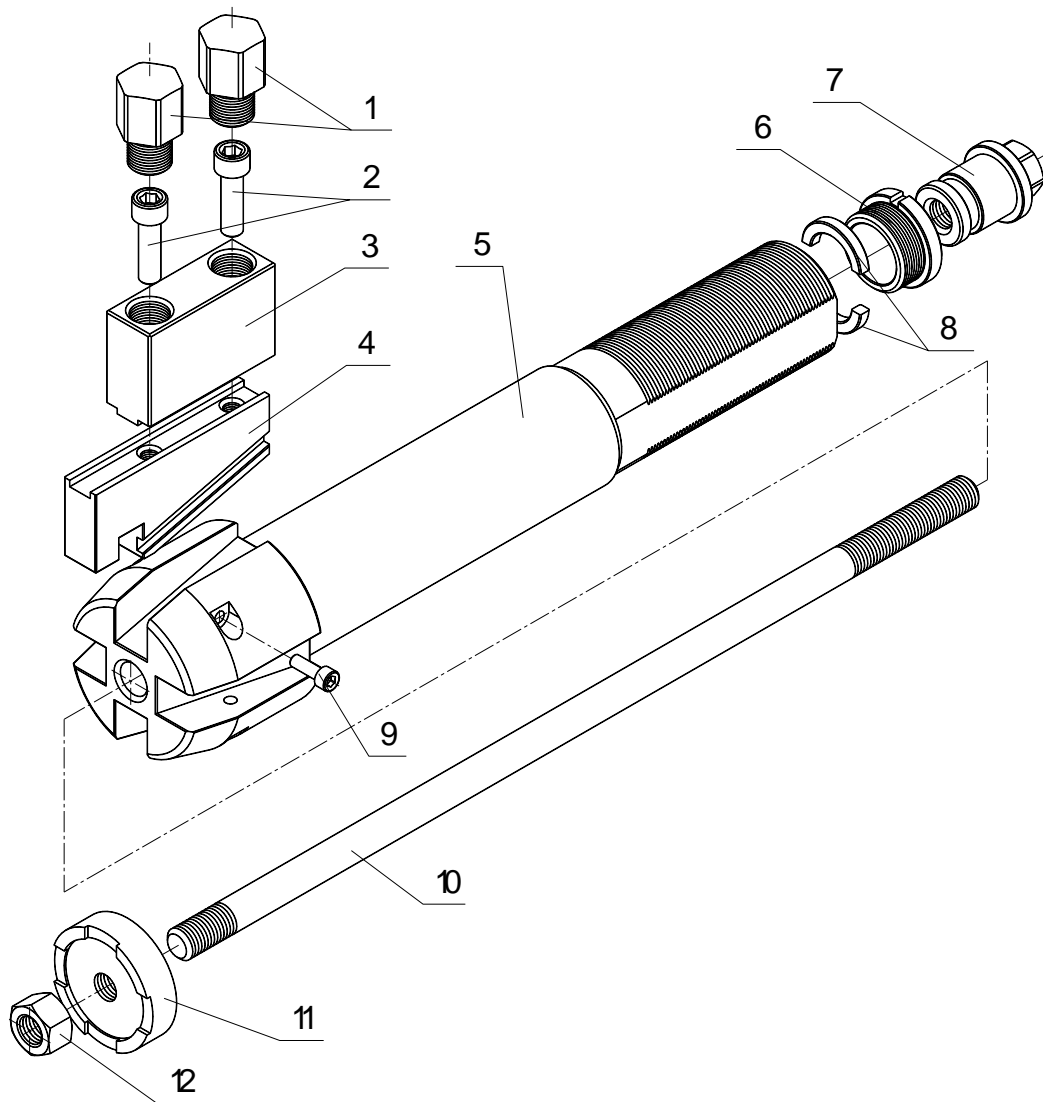

Рис. 1 Фиксатор в сборе М325.60.01.00
18. Отвернуть упорную гайку 7 (рис. 1 „Приложение”) на 2-3 оборота и извлечь фиксатор из обработанной трубы.